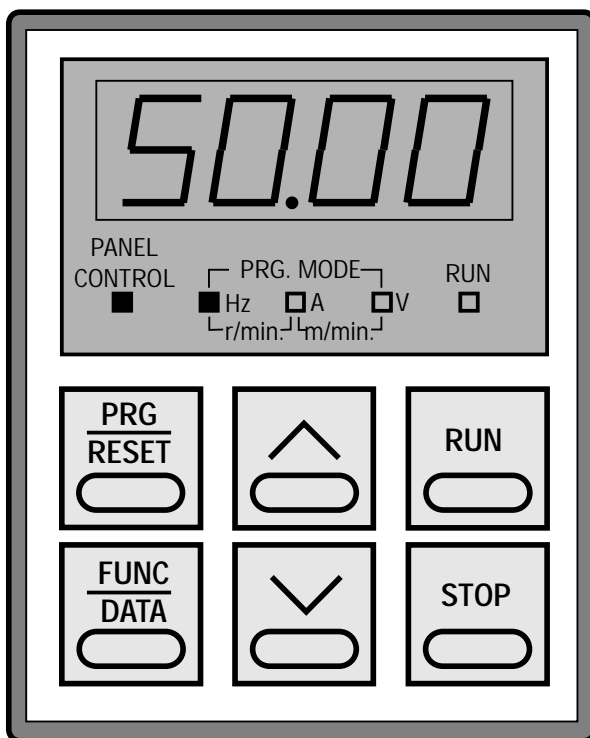

Abb. 11.1.2
- Die Anzeige der Bedieneinheit sollte Abb. 11.1.2 entsprechen (darf keine Fehlermeldung anzeigen).
Die LED-Anzeige der Bedieneinheit sollte sich nach dem Aufschalten des Umrichters an das Netz wie in Abb. 11.1.2 darstellen (Ziffer 50.00 blinkt). Überprüfen Sie bitte zuvor sorgfältig alle Anschlüsse (siehe Kapitel 10. Umrichter-Betrieb).